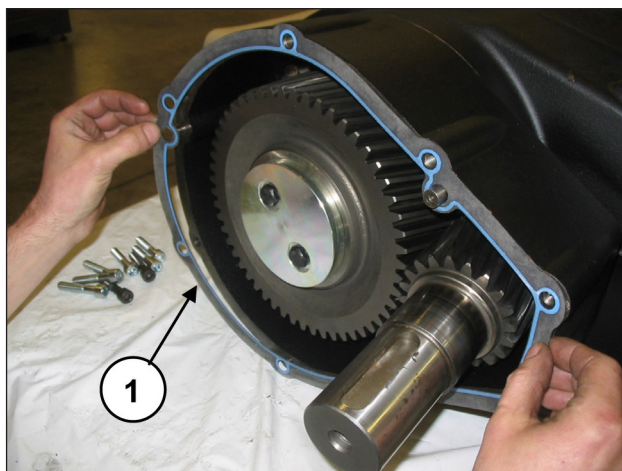

Fig. 65
Applicare le 3 spine $\varnothing 12 \times 40$ alla scatola riduttore (pos. ①, Fig. 64) e inserire la guarnizione (pos. ①, Fig. 65).